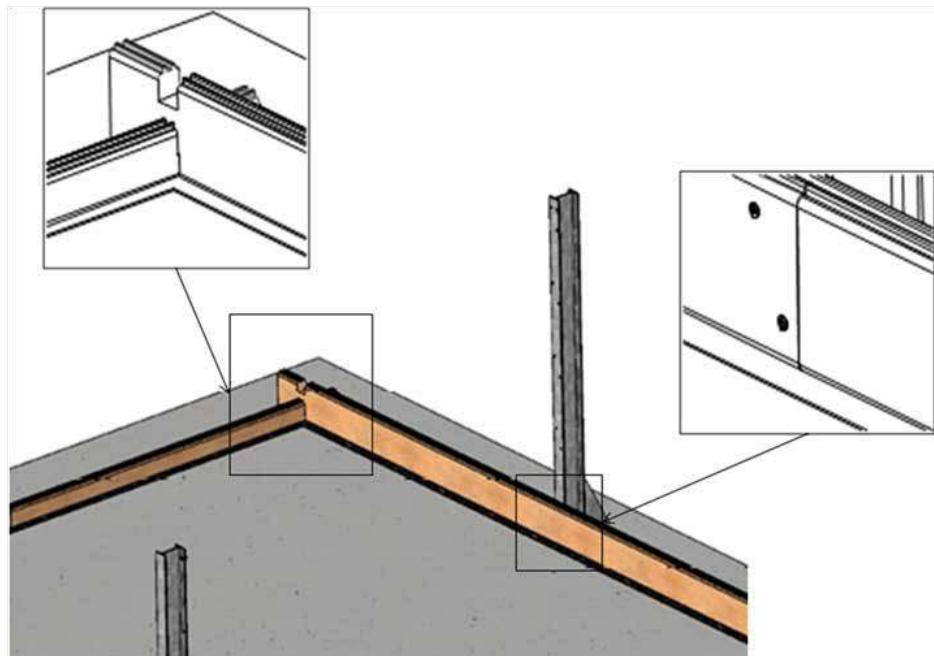

Figura 12 – Blocco delle assi tra loro
- Tra di loro come mostrato nella *Figura 12*, utilizzando 2 viti per coppia di listelli, e su entrambi i lati ciascuno con 10 listelli disposte in altezza, per un totale di 160 viti a testa svasata 5×40 in acciaio inox A4 torx filettate su 25 mm (sacchetto C),